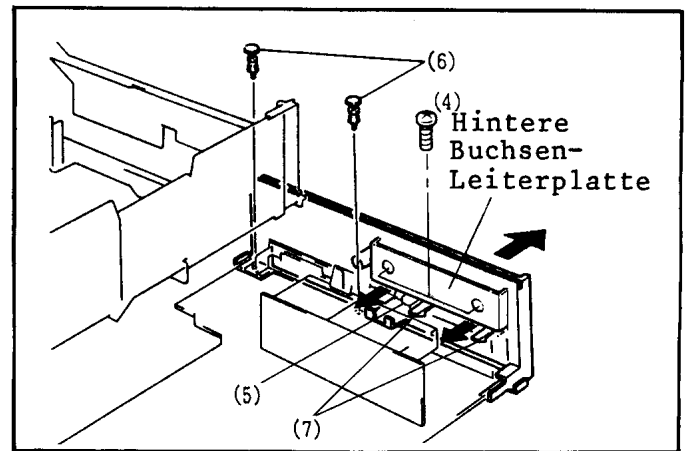

Abb. 3-5 Rückwand
5. Rückwand (Abb. 3-5)
6. Hintere Buchsen (Abb. 3-5)